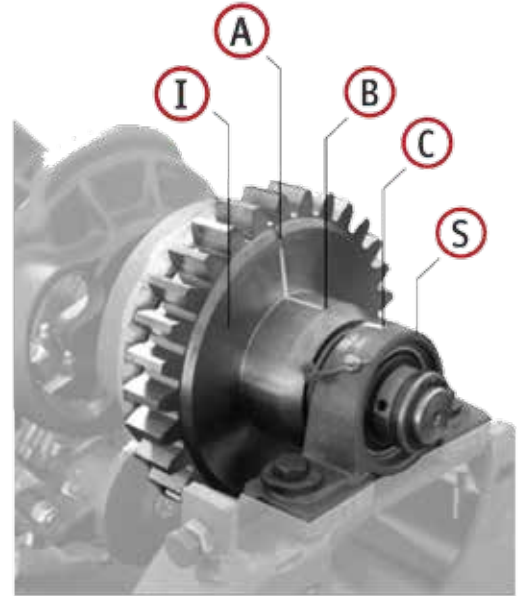

**Fig.9**
2. Jale el brazo de la aguja (L) a su posición de descanso (Fig. 9).